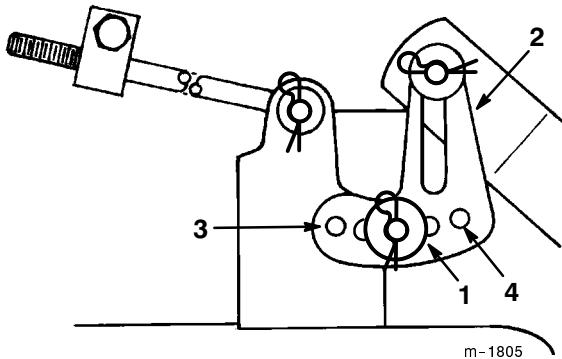

Figure 45
- Enlevez la goupille fendue et la rondelle de l'une des pattes de mise à niveau (Fig. 45). Pour mettre les lames de niveau, fixez la patte de mise à niveau dans un autre trou à l'aide de la rondelle et de la goupille fendue (Fig. 45). Utilisez un trou plus en avant pour réduire la hauteur de ce côté, ou un trou plus en arrière pour l'augmenter. Répétez la procédure de l'autre côté de la tondeuse.